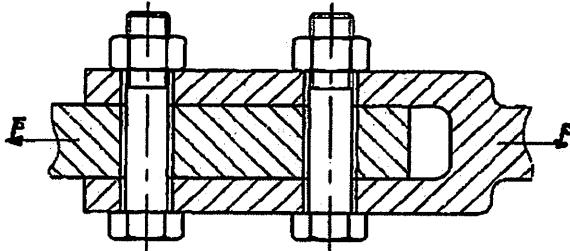

图 5-2
2、图 5-2 示螺栓联接中, 采用两个 M20 的普通螺栓, 其许用拉应力 $[\sigma] = 160 \text{ N/mm}^2$, 联接件接合面间摩擦系数 $f=0.20$, 防滑系数 $K_s=1.2$, 计算该联接件允许传递的静载荷 F ($M20$ 的螺栓 $d_t=17.294\text{mm}$)